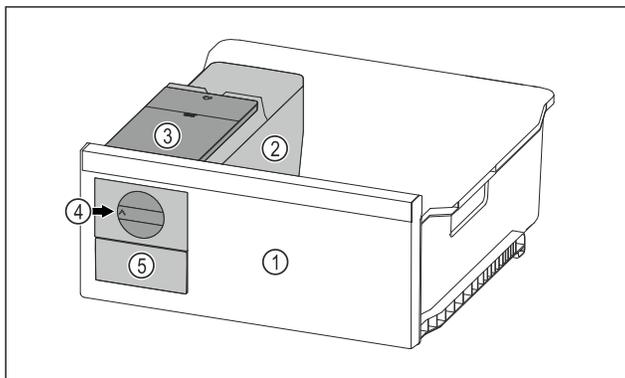

Fig. 140 Représentation à titre d'exemple
- ▶ Tourner le bouton rotatif Fig. 140 (4) dans le sens horaire jusqu'à la butée.
- ▷ Les glaçons tombent du bac à glaçons dans le tiroir à glaçons Fig. 140 (5).